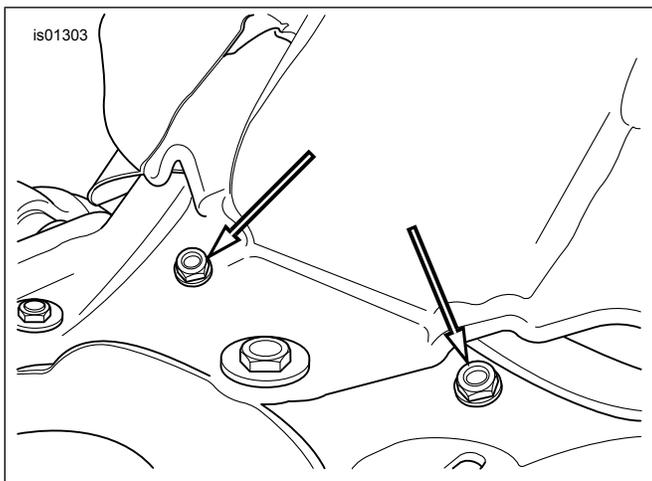

Figure 4. Enlever les écrous du garde-boue. (2002-2006 VRSCA/B/D)
3. Figure 4 Enlever les écrous du garde-boue.